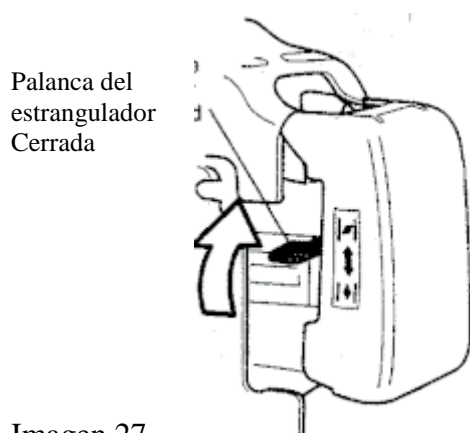

Imagen 27
4. Estrangule el motor levantando la palanca del estrangulador a la posición de “Cerrado”. Ver Imagen 27.